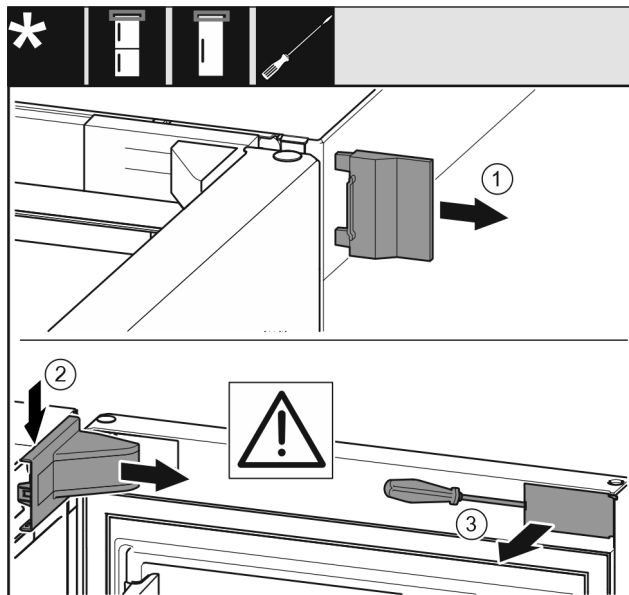

Fig. 9
- ▶ Odoberte vonkajší kryt. *Fig. 9 (1)*
- ▶ Odistite a uvoľnite kryt ložiskovej konzoly. Odoberte kryt ložiskovej konzoly. *Fig. 9 (2)*
- ▶ Kryt odistite plochým skrutkovačom a vyklopte nabok. *Fig. 9 (3)*